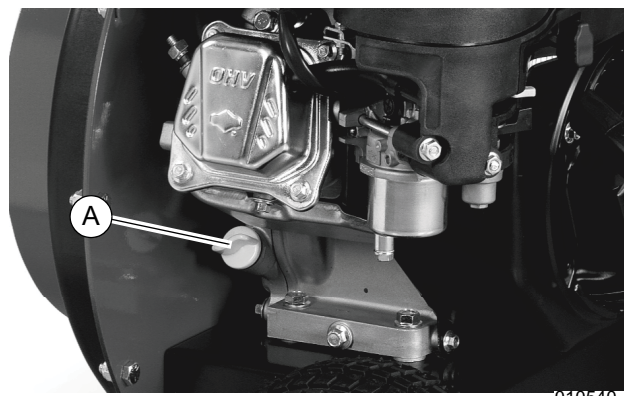

Figura 2-11. Varilla de nivel de aceite y abertura de llenado de combustible
2. Consulte la Figura 2-11. Retire la varilla de nivel de aceite y la tapa de la abertura de llenado (A).